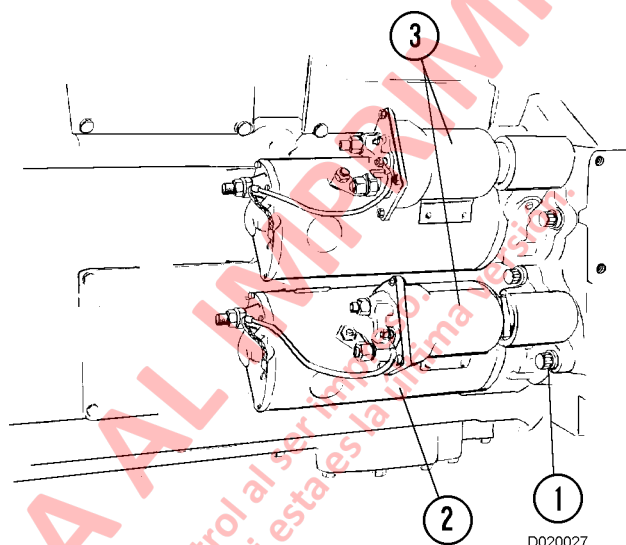

FIGURA 2-3. MOTORES DE ARRANQUE
El convertidor de 24VDC a 12VDC (1, Figura 2-3) se usa para convertir el voltaje del sistema de batería de 24 V a 12 V, necesario para varios componentes del camión, tales como la radio/reproductor de CD, los alza vidrios de la cabina y los receptáculos de energía auxiliares de la cabina.
2. Marque los cables y alambres y retírelos de los terminales del motor de arranque (2, Figura 2-3) y la solenoide (3).
3. Retire los pernos del motor de arranque (1).
1. Alinee el alojamiento del motor de arranque (2, Figura 2-3) con los agujeros de montaje del adaptador del alojamiento del volante y deslice el motor de arranque hasta posicionarlo correctamente.
2. Inserte los pernos del motor (1).